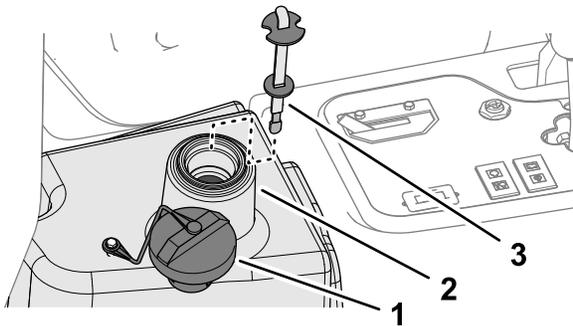

Figure 84
2. Nettoyez la surface autour du goulot et du bouchon de remplissage du réservoir de liquide hydraulique (Figure 84), et enlevez le bouchon.